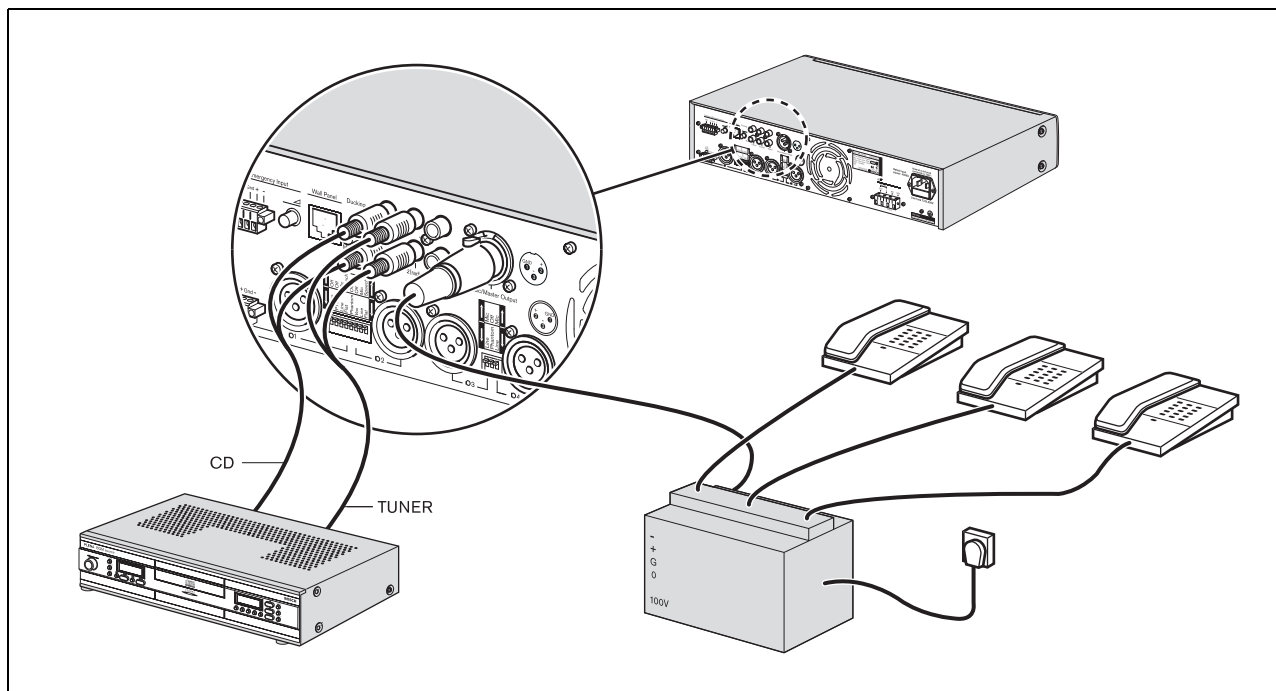

figura 4.8: Conexión de entradas de fuente de música
Utilice el conector de salida de música (8) para proporcionar una fuente de salida de música exclusiva para otro dispositivo. Por ejemplo, la salida principal de música puede conectarse a un acoplador telefónico, de modo que las personas que llamen puedan escuchar música cuando se les ponga en espera (véase figura 4.8).